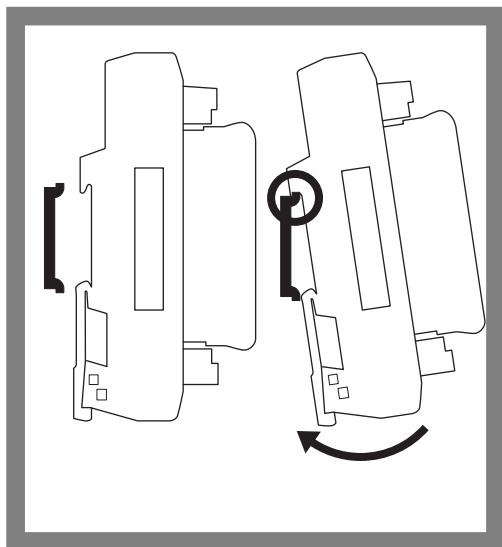

Abb. 2: Das SCALA WIEGAND-Modul montieren
- 1 Montieren Sie das SCALA WIEGAND-Modul wie in Abb. 2 dargestellt.